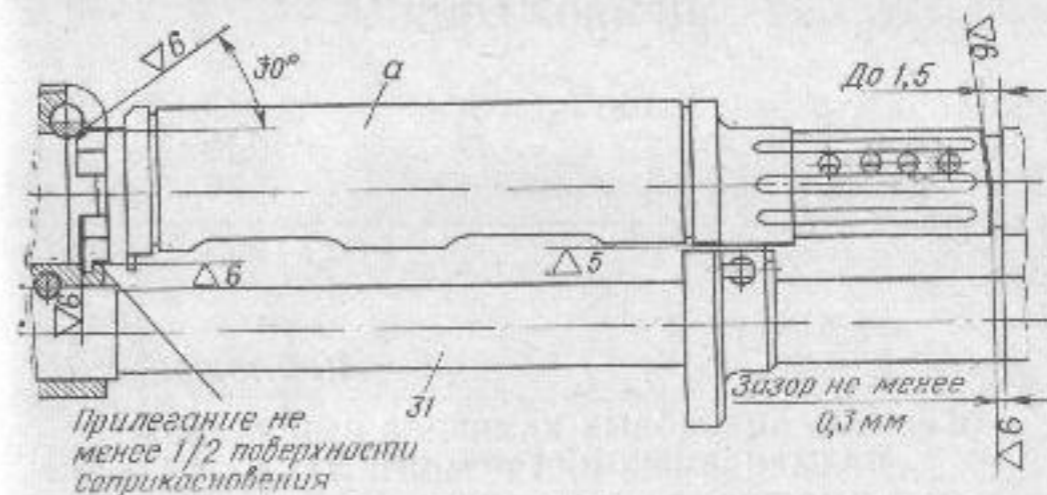

Рис. 46. Подгонка ствольной накладки в сборе:
1. Подобрать ствольную накладку в сборе по месту. При необходимости опилить передний торец основания ствольной накладки с образованием скоса на верхней половине основания (рис. 46) так, чтобы она свободно заходила на место. После опиловки переднего торца основания ствольной накладки острые ребра по контуру притупить.
2. Опилить задний торец зацепа основания ствольной накладки так, чтобы он входил в паз прицельной колодки и чтобы при открытой чеке не было продольного перемещения ствольной накладки в сборе. Прилегание опорной плоскости основания ствольной накладки к опорной плоскости прицельной колодки должно быть не менее половины поверхности соприкосновения, а зазор между буртиком газовой камеры и передним торцом основания должен быть в нижней половине не менее 0,3 мм и в верхней половине до 1,5 мм (рис. 46).